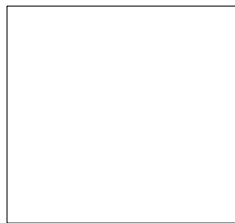

图 11-35 打开线图案素材
① 按 Ctrl+O 组合键，打开配套光盘提供的“第 11 章/ 11.3.8 线图案.dwg”素材文件，结果如图 11-35 所示。